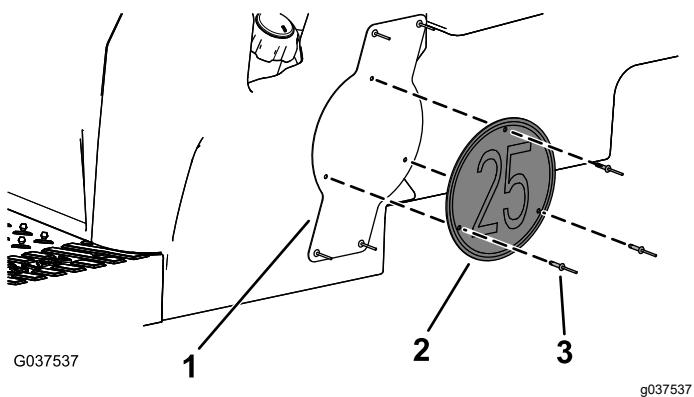

**Figure 11**
7. Fixez le support du panneau de vitesse à la base du siège à l'aide de 4 rivets aveugles (3/16" x 15/16"), comme montré à la Figure 11.